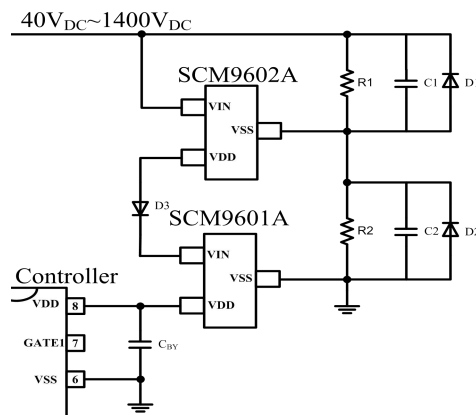

图 7 输入 40VDC~1400VDC 应用电路（SCM9601A 和 SCM9602A 串联使用）
2.当应用在更高的输入电压范围时，推荐搭配我司 SCM9602A，请参阅图 7。其中 C1、C2 为输入端高压储能电容，减缓输入端电压的波动幅度；R1、R2 为均压电阻，避免 C1、C2 漏电流差异导致的不均压问题；D1、D2 和 D3 用来解决 C1、C2 漏电流差异较大带来的电流倒灌问题。